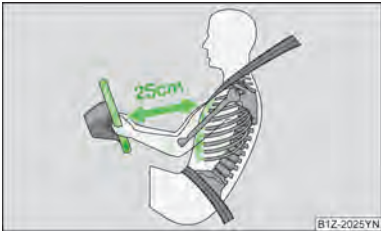

图 14
- 对驾驶员和前排乘员来说，与方向盘或仪表板保持至少 25 cm 的距离非常重要»图 14。如果您未与之保持上述最小距离，则安全气囊系统无法对您进行保护，有受伤的风险！此外，还必须将座椅和头枕调整至与身材相适合的位置。